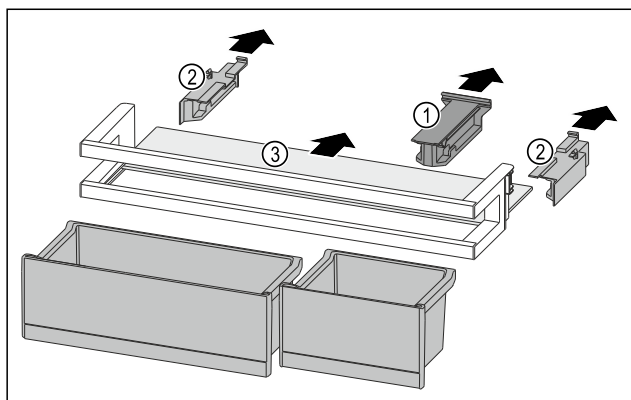

Fig. 84
- Retirer la pièce de retenue Fig. 84 (1).
- Retirer les parties latérales Fig. 84 (2).
- Retirer la tablette de rangement Fig. 84 (3).